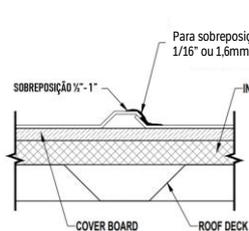
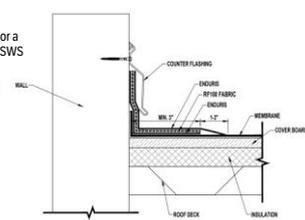

Fig 1
Fig 2
- A. **Sobreposição de telhas e rufos** – Para as sobreposições que estiverem perfeitamente encaixadas e estruturalmente estáveis não é necessário reforço para aberturas de até 1,6mm. Para áreas superiores considerar o uso de um cordão do **Selante de Silicone GE SWS** aplicado com aplicador elétrico ou manual. **(Fig.1 e Fig.2)**